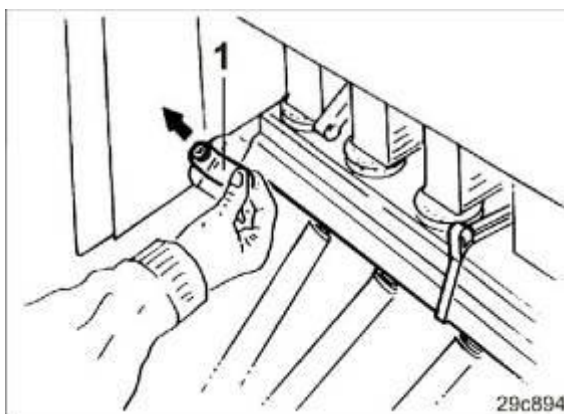

Рис. 62
2. Вытяните вбок подпружиненный рычаг (Рис. 62/1) из фиксатора.